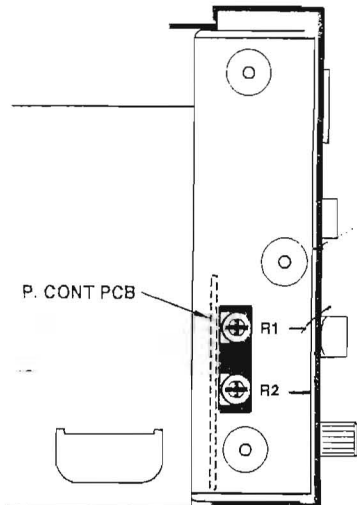

Fig. 2-9
5. Play back the middle section of the test tape, then adjust trimmer resistor R1 (Fig. 2-9) on the P.CONT PCB so that the frequency counter reads  $3000 \pm 5$  Hz.
7. Play back the middle section of the test tape, then adjust trimmer resistor R2 (Fig. 2-9) on the P.CONT PCB so that the frequency counter reads  $3000 \pm 5$  Hz.
5. テスト・テープの中間部を再生し、周波数カウンタの値が  $3000 \pm 5$  Hzになるように P.CONT PCBの半固定抵抗 R1 (図2-9) を調整する。
7. テスト・テープの中間部を再生し、周波数カウンタの値が  $3000 \pm 5$  Hzになるように P.CONT PCBの半固定抵抗 R2 (図2-9) を調整する。